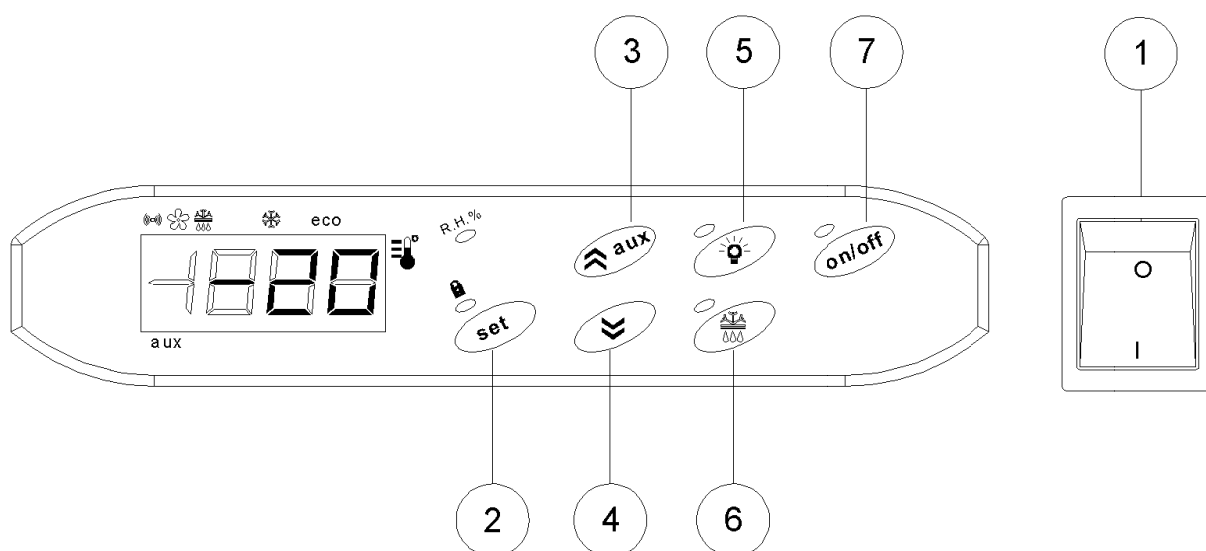

Fig. 4
Appuyer sur l'interrupteur compresseur ① de la FIG.4.
L'utilisateur en remplissant les fonctions de monitoring et les variations des paramètres de fonctionnement doit agir exclusivement sur l'instrumentation externe du cadre de commande représenté sur la FIG.4.
Les fonctions du tableau de commande de la chambre froide, représenté dans la FIG. 4 sont :